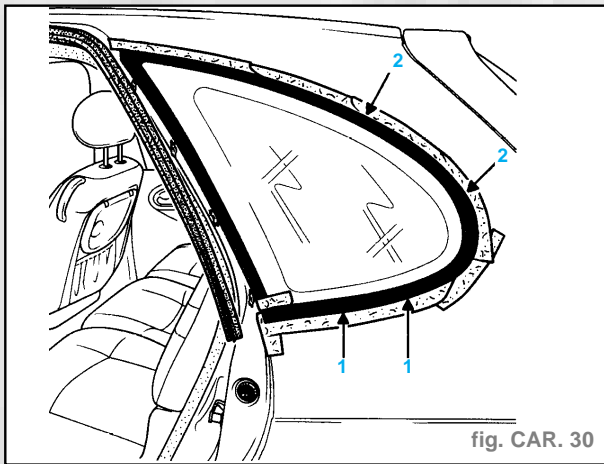

fig. CAR. 30
- Juste après dépose du mastic P.U. sur la vitre, présenter celle-ci au niveau de son logement et la mettre en place en amenant en butée l'enjoliveur extérieur en (1) et (2) (fig. CAR. 30).